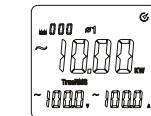

图8-1
4) 负载为三相四线制时，先按SELECT键选择第一相位 ϕ_1 ，如图8-1，显示相位 ϕ_1 的视在功率kVA值，电压V值，电流A值。